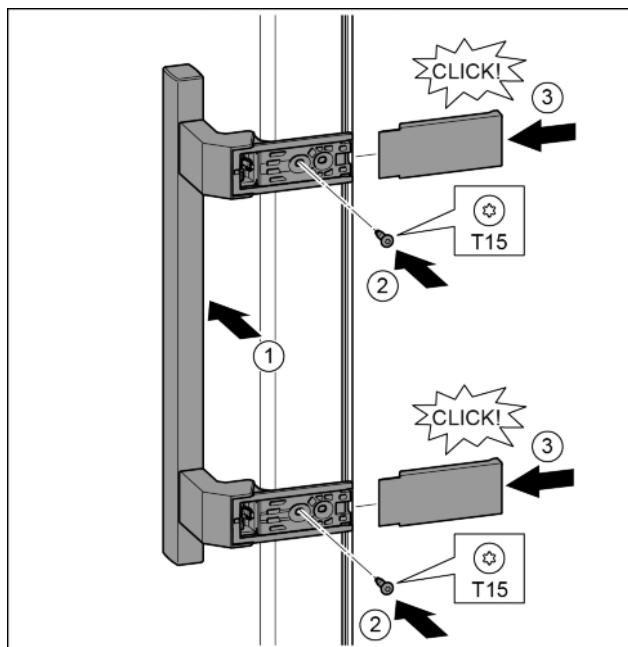

Fig. 16
- Поставете дръжката от другата страна. Fig. 16 (1)
- С отвертка T15 затегнете винтовете. Fig. 16 (2)
- Поставете отстрани капациите и ги нахлузете. Fig. 16 (3)